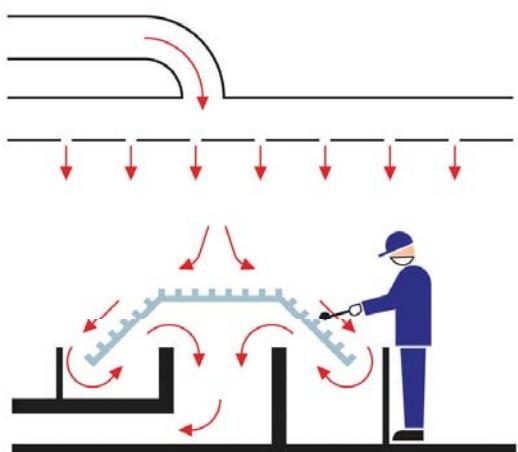

Рис.4
- Для обработки небольших изделий ламинирующие столы могут быть оснащены отверстиями в столешнице, через которые воздух засасывается вниз. Это приспособление сочетается с полузакрытым вытяжным кожухом.(рис 3) Хорошим примером местной вентиляции служит использование всасывающих каналов, расположенных в полу рабочего помещения в сочетании с поступлением свежего воздуха сверху. Так, оператор всегда работает, дыша свежим воздухом) (дословно: его органы дыхания находятся в зоне свежего воздуха)(рис.4)